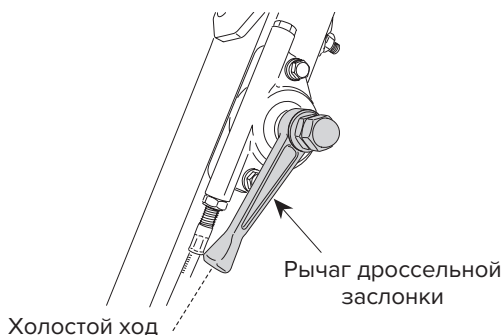

Рис. 8
3. Переместите рычаг дроссельной заслонки в положение холостого хода (рис. 8).